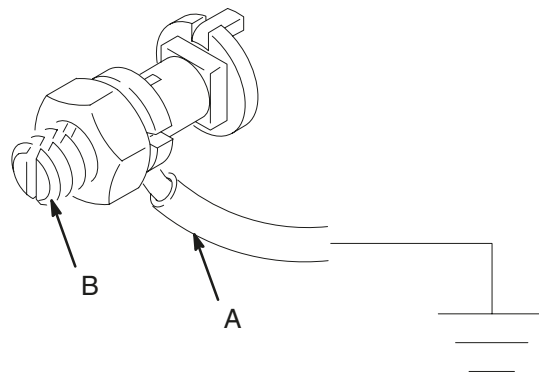

Рис. 1
Чтобы заземлить перемешиватель, подключите один конец провода заземления (A) к разъему заземления (B) на крае крышки бочки. См. рис. 1. Соедините другой конец провода заземления с точкой истинного заземления.